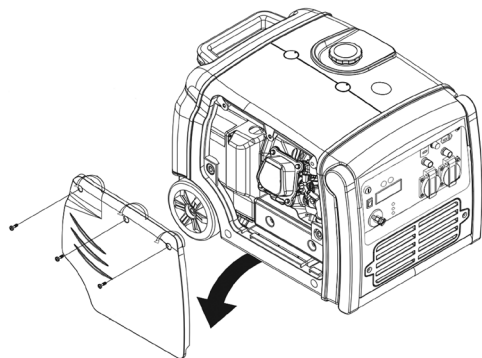

Fig. 20 – Removendo a tampa de manutenção do filtro de ar
3. Solte os parafusos da tampa de manutenção do filtro de ar (3) (fig. 1) e retire a tampa (fig. 20);